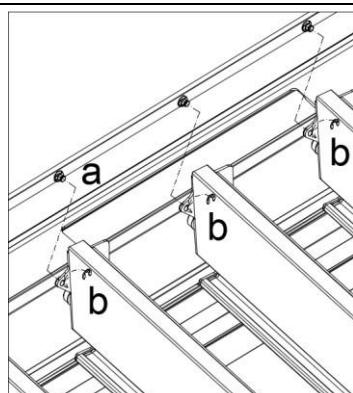

Abbildung 52
12. Anschluss des oberen Zugseils (Abb. 52):